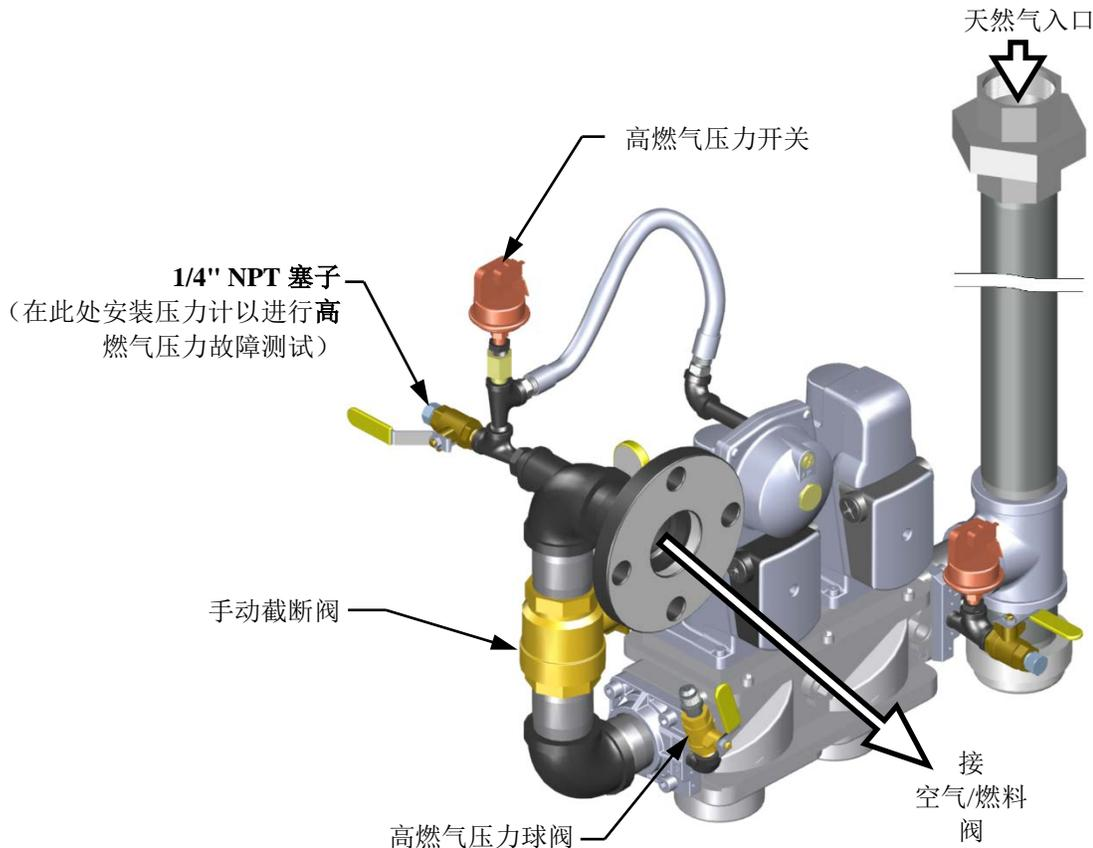

图 6-2a: BMK 2500: 高燃气压力故障测试
要模拟高燃气压力故障，请参见图 6-2a, 6-2b 并执行以下步骤：
2. 从高燃气压力检漏球阀中取出 1/4 英寸 NPT 塞子，如图 6-2a, 6-2b 所示。